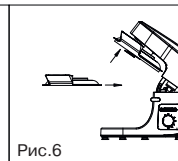

Рис.6
- Установите на моторный блок (8) верхнюю крышку чаши (4) (рис. 6). Для этого совместите вырез на внутреннем диаметре верхней крышки (4) с выступом, расположенным с обратной стороны верхней части моторного блока (8).